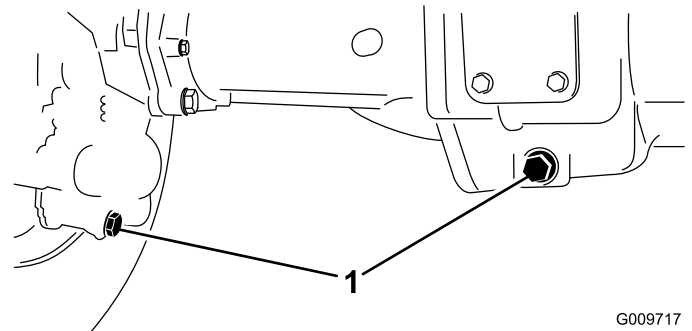

Figure 70
- Nettoyez la surface autour des 3 bouchons de vidange, 1 à chaque extrémité et 1 au centre (Figure 70).